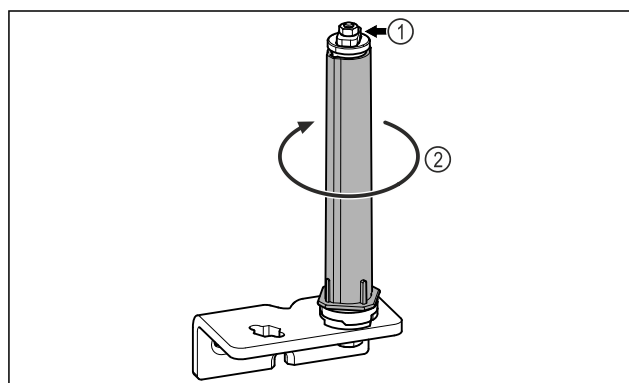

Fig. 13
- Türschließsystem Fig. 13 (1) nicht zerlegen.
- Schließsystem *Fig. 13 (2)* drehen, bis es klickt.